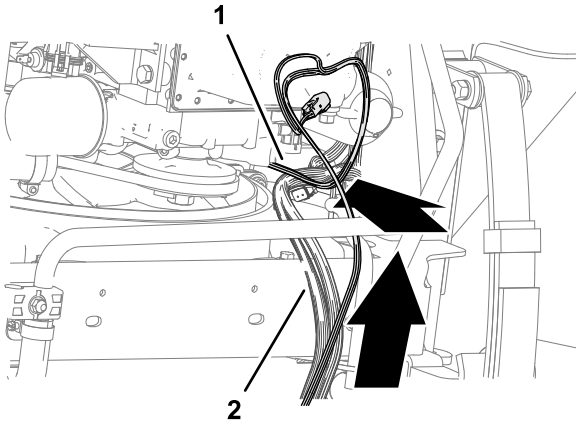

Bild 95
3. Verlegen Sie den Kabelbaum an der unteren Rückseite des Kühlers nach oben, entlang des Maschinenkabelbaums (Bild 95).